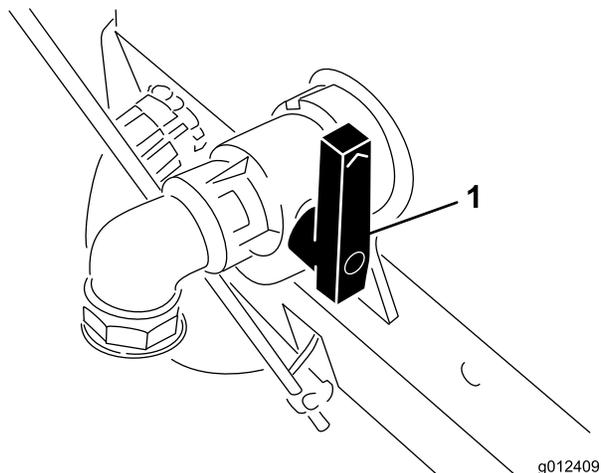

Bild 21
3. Stellen Sie sicher, dass der Sprühhebel in der gelösten Stellung und das Behälterablassventil geschlossen ist (Bild 21).